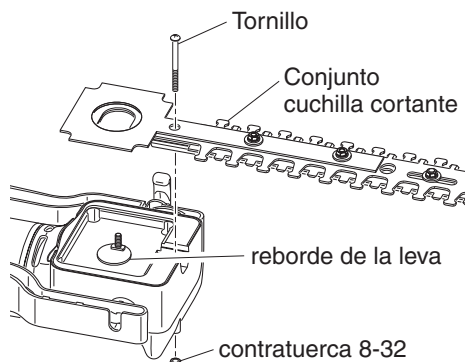

Figura 20 - Retiro del conjunto cuchilla cortante
5. Retire el tornillo que sostiene al conjunto cuchilla de corte (vea la Figura 20). **IMPORTANTE:** Esté seguro de no perder la contratuerca 8-32 que asegura a este tornillo.